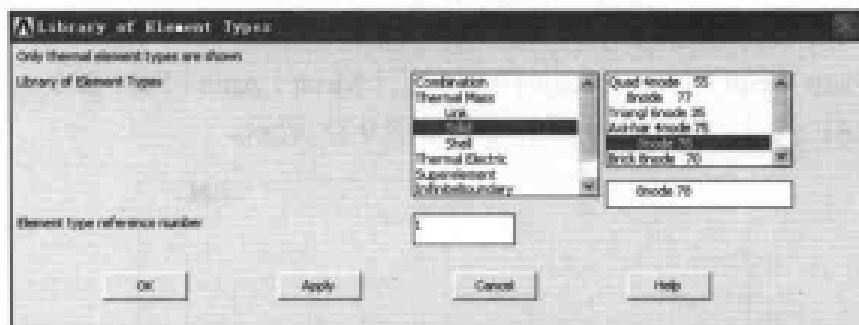

图 9-85 单元类型列表对话框
(1) 选择 Main Menu | Preprocessor | Element Type | Add/Edit/Delete 命令, 出现 Element Types 对话框, 单击 Add 按钮, 出现 Library of Element Types 对话框, 在 Library of Element Types 两个列表框中分别选择 Thermal Solid, Axi-har 8node 78 选项, 在 Element type reference number 文本框中输入 1, 如图 9-85 所示, 单击 OK 按钮关闭该对话框。